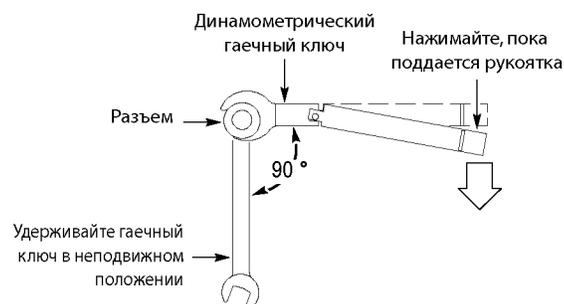

Рис. 1: Использование динамометрического ключа для затяжки разъемов
5. Прежде чем прикладывать усилие, расположите оба гаечных ключа под углом 90 градусов друг относительно друга. (См. рис. 1.)